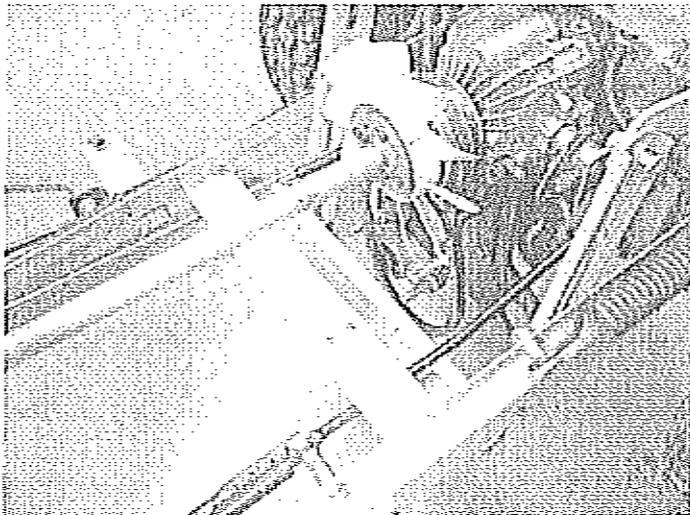

Bild 5
- Schrauben Sie die vormontierte Flanschplatte (Bild 4) mit den mitgelieferten Schrauben (3Stk 5/16"x5") an den Hydrostaten (Bild 5)